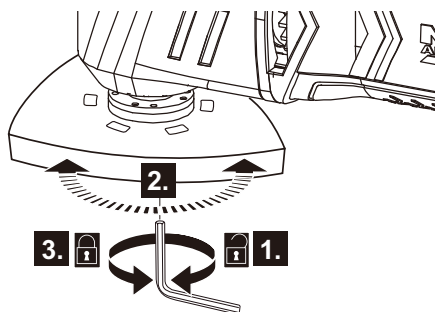

Fig. 5
- > Retire a folha de lixa (12) tal como foi indicado antes.
- > Desaperte o perno (11) com a chave sextavada (13) (Fig. 5, passo 1)
- > Retire e ajuste a placa base para lixar (6) para a posição desejada (Fig. 5, passo 2). Certifique-se de que os 8 pinos encaixam corretamente nas ranhuras e que o flange de aperto (11a) está bem fixo na placa base para lixar (6).
- > Aperte o perno para fixar a placa base para lixar (Fig. 5, passo 3).